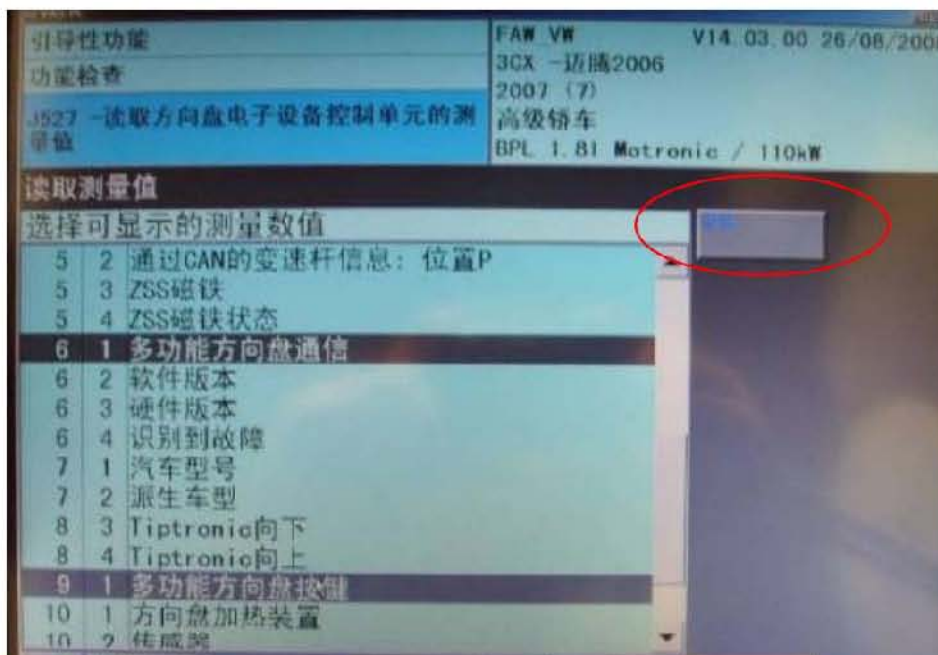

图 5 读取测量值
- 8). 如图 5 所示，选择“多功能方向盘通信”以检查 J453-J527 之间 LIN 线通讯是否正常。选择“多功能方向盘按键”以检查多功能方向盘开关信息是否正常。